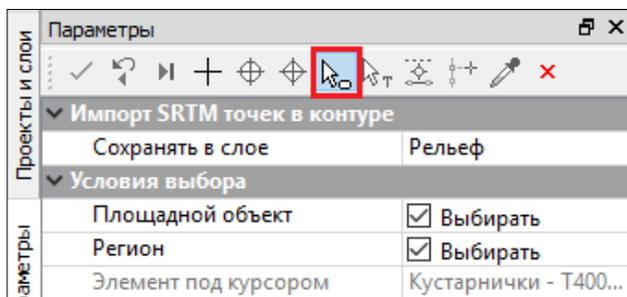

Рис. 4.24
- В графическом окне построить контур (прямоугольной рамкой или произвольно), по которому будут импортироваться высоты SRTM. Контур можно не только построить, но и выбрать существующий (курсором в режиме выбора полигона). В этом случае курсор в окне параметров будут доступны условия выбора площадных объектов и регионов (рис. 4.24);